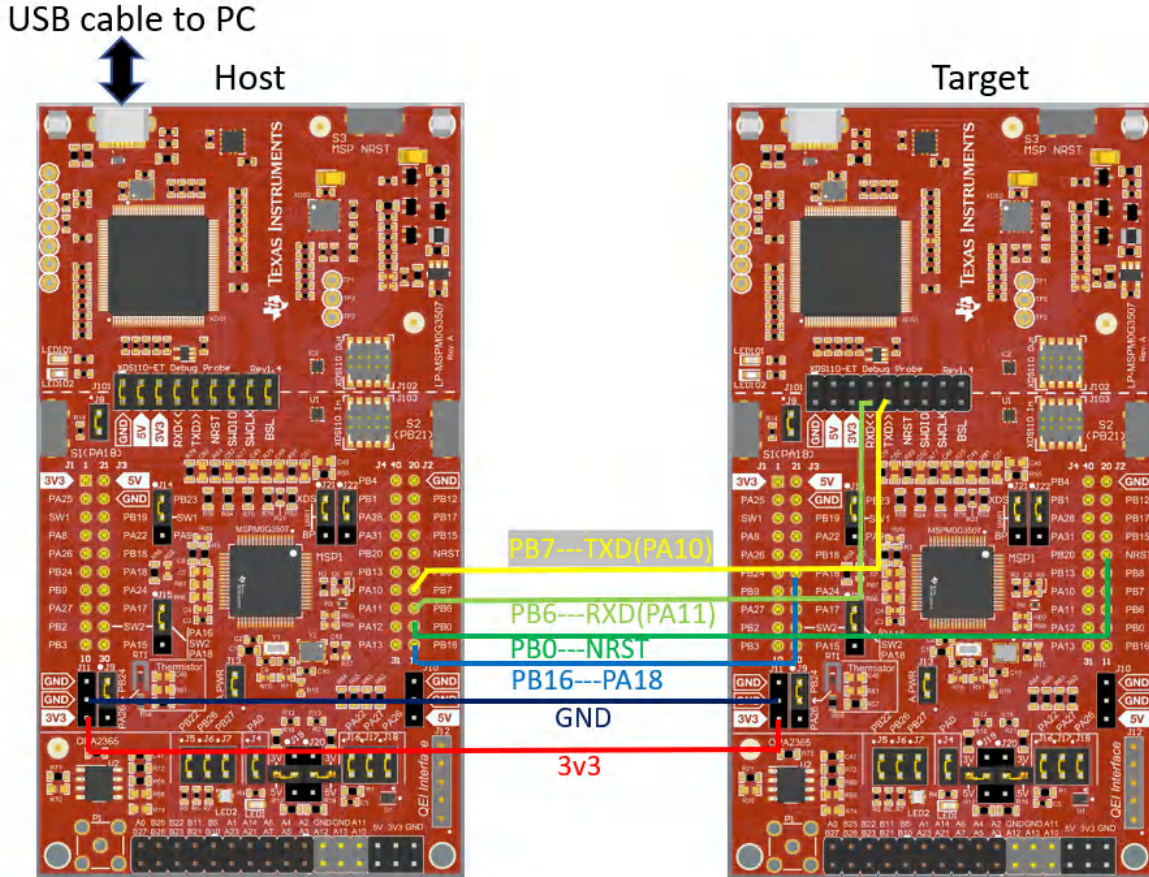

图 2-3. 硬件信号连接
- 按图 2-3 所示连接硬件信号。此示例使用 UART，因此无需连接 I2C 信号。